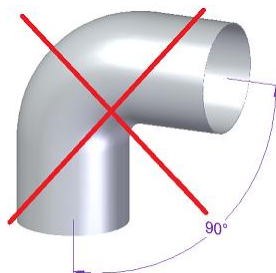

Figura 2 – Inclinazione non corretta delle curve
* Nelle condizioni nominali di funzionamento, il tiraggio dei gas di combustione deve determinare una depressione di -12 Pa sopra il tubo del camino. Per ottenere una buona installazione si dovranno applicare, verticalmente, almeno 2 metri di tubo metallico del camino con lo stesso diametro dell'uscita dei fumi dell'inserto. Nella prosecuzione di questa parte, è ammesso l'impiego di elementi di tubatura con un'inclinazione massima di 45°. Le Figure 1 e la Figura 2 mostrano rispettivamente le inclinazioni corrette e scorrette delle curve.